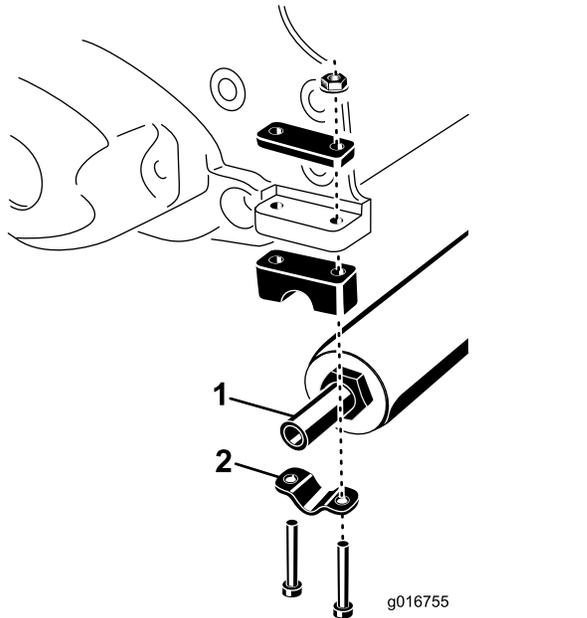

Bild 1
2. Nehmen Sie die zwei Kopfschrauben und Muttern ab, mit denen die Rollenklammern an jedem Ende der Schneideinheit befestigt sind (Bild 1). Nehmen Sie die Rolle ab.